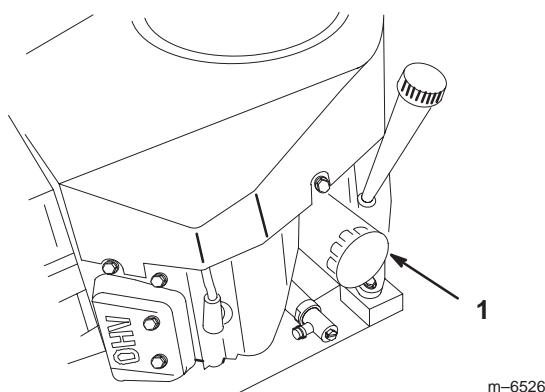

Figure 29
2. Déposez le filtre usagé (Fig. 29).
4. Posez le filtre à huile de rechange sur l'adaptateur. Tournez le filtre dans le sens horaire jusqu'à ce que le joint en caoutchouc touche l'adaptateur, puis donnez 3/4 tour supplémentaire (Fig. 29).